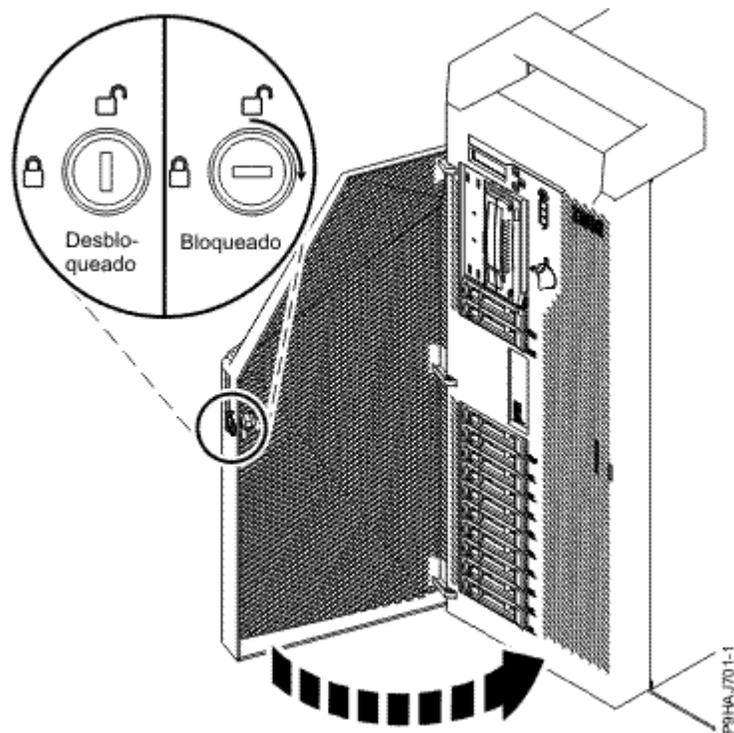

Figura 137. Cierre de la puerta frontal
- e) Cierre la puerta frontal. Inserte la llave de la puerta frontal en la cerradura, como se muestra en la Figura 137 en la página 144. Gire la llave hacia la derecha (en el sentido de las agujas del reloj) para cerrar la puerta. En posición horizontal está cerrada, en posición vertical está abierta.